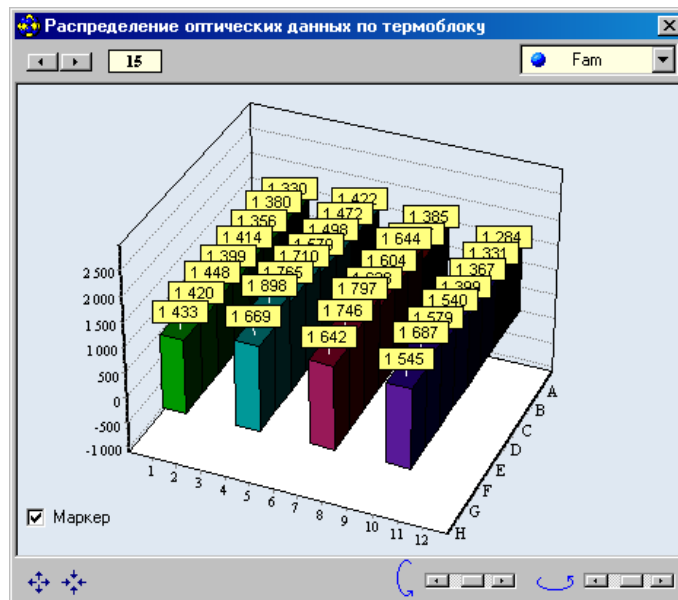

Рис.29. Данные оптических измерений для выбранных пробирок.
- во время выполнения программы амплификации, выбрав  можно просмотреть данные оптических измерений для выбранных пробирок в виде 3-D гистограммы в окне **Распределение оптических данных по термоблоку** (Рис.29).